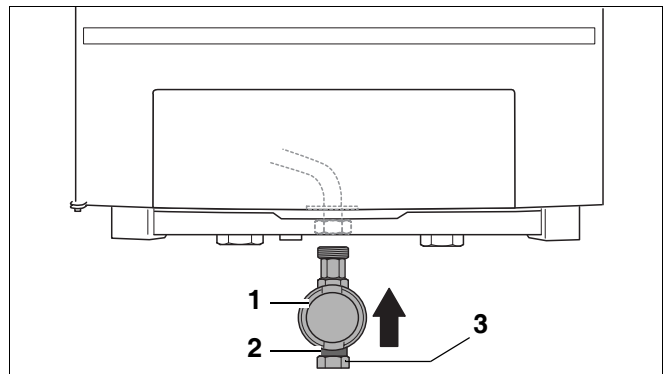

fig. 3 Aansluiting gaszijdig
- Monteer de gaskraan (fig. 3, **pos. 1**) aan het cv-toestel. De gaskraan is tevens voorzien van een smeltbeveiliging (fig. 3, **pos. 2**).
- Sluit de gasleiding spanningsvrij aan op de gaskraan (fig. 3, **pos. 3**).